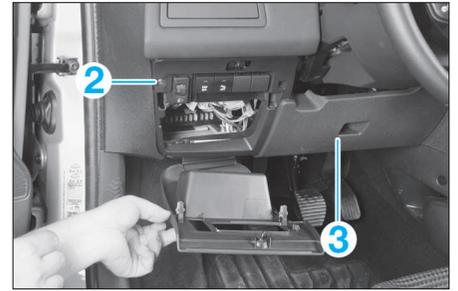

FIG. 10
- Dévisser la vis à empreinte "Torx" (2).
- Dégrafer le panneau de garnissage inférieur (3) (Fig.10).